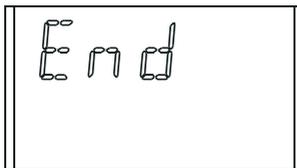

Bild 10
- (7) Nach Ablauf des 30-Sekunden-Countdowns
- Sobald der Gaswert stabil ist, kommt die wechselnde Anzeige zum Stillstand. War die Kalibrierung erfolgreich, wird auf dem Display ungefähr zwei Sekunden lang END angezeigt (→ Bild 10).